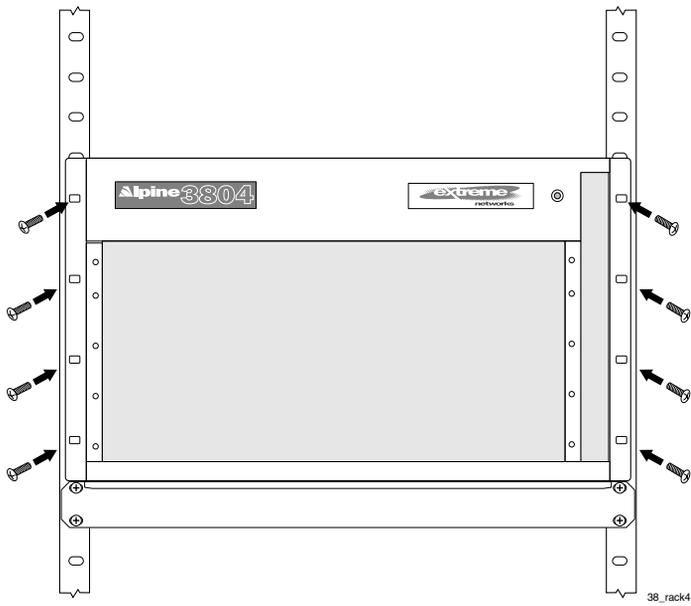
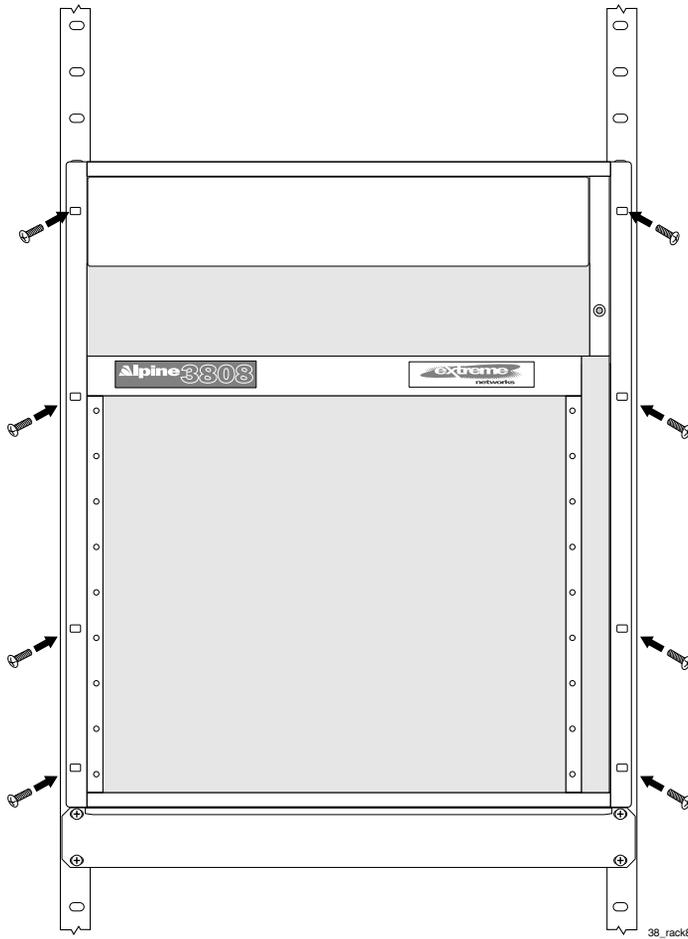

Figura 2-2: El chasis Alpine 3804 montado en un bastidor
Figura 2-3: Chasis del Alpine 3808 montado en un bastidor
- 3 Asegure el chasis vacío con cuatro u ocho tornillos apropiados, dependiendo del modelo, como se muestra en la Figura 2-2 y la Figura 2-3.